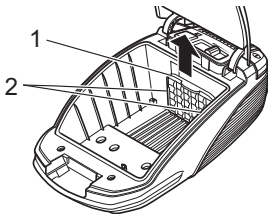

Abb. 24
2. Ziehen Sie den Filterhalter samt Motorschutzfilter (Abb. 24/1) aus den Halteschienen (Abb. 24/2) nach oben heraus.